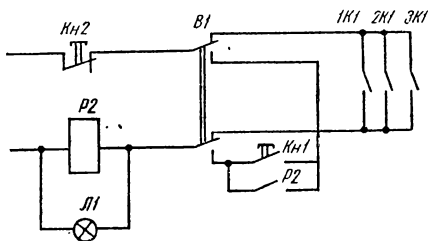

Рис. 1. Схема автоматического управления вытяжным вентилятором:
1. Согласно моей схеме автоматического управления вытяжным вентилятором (рис. 1) он включается